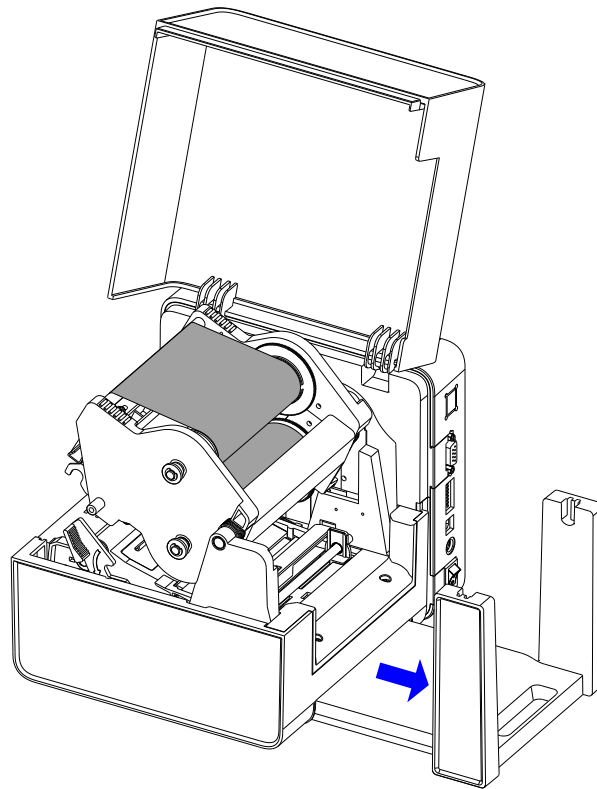

图 2-13 拉出可伸缩纸架
1. 向外拉出可伸缩纸架，直至固定位置，此时可听到“咔”的一声。如图 2-13 所示。